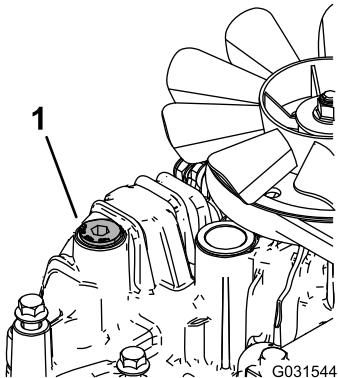

Figure 77
11. Dévissez le bouchon d'aération sur chaque transmission pour qu'il soit desserré et ballotte (Figure 77).